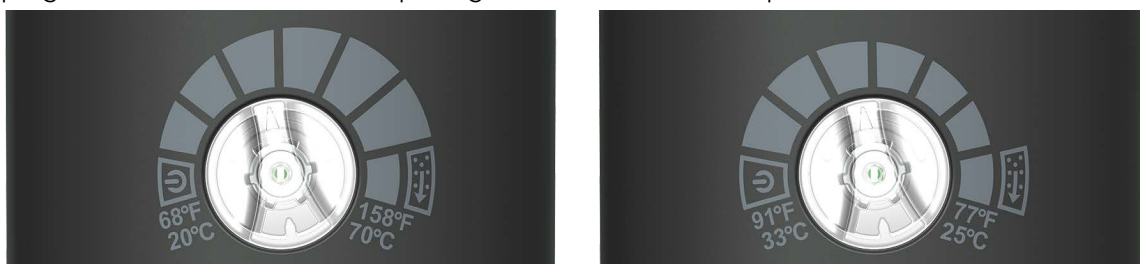

Figura 12
- Temperatura de desconexión ajustable (consulte la **Figura 12** a la izquierda). La temperatura de desconexión deseada se puede seleccionar entre 20 y 70 °C (68-158 °F) con el mando de selección. La bomba se detiene cuando alcanza la temperatura ajustada (pasa al modo de espera). Cuando el fluido se enfría de 3 °C (5,4 °F) por debajo de la temperatura de desconexión, la bomba vuelve a arrancar.
- Temperatura de reinicio ajustable (consulte la **Figura 12** a la derecha). El límite de temperatura preajustado en fábrica es de unos 36 °C (97 °F) como valor predeterminado, al alcanzar este valor la bomba se detiene y pasa al modo de espera. La temperatura de reinicio deseada se puede seleccionar entre 33 y 25 °C (91-77 °F) usando la perilla de selección. Cuando el fluido se enfría a la temperatura ajustada, la bomba vuelve a arrancar.